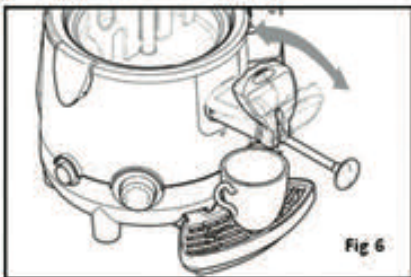

Fig 6
- Duw of trek de hendel van de tap tot de gewenste hoeveelheid product in de beker zit (fig. 6).